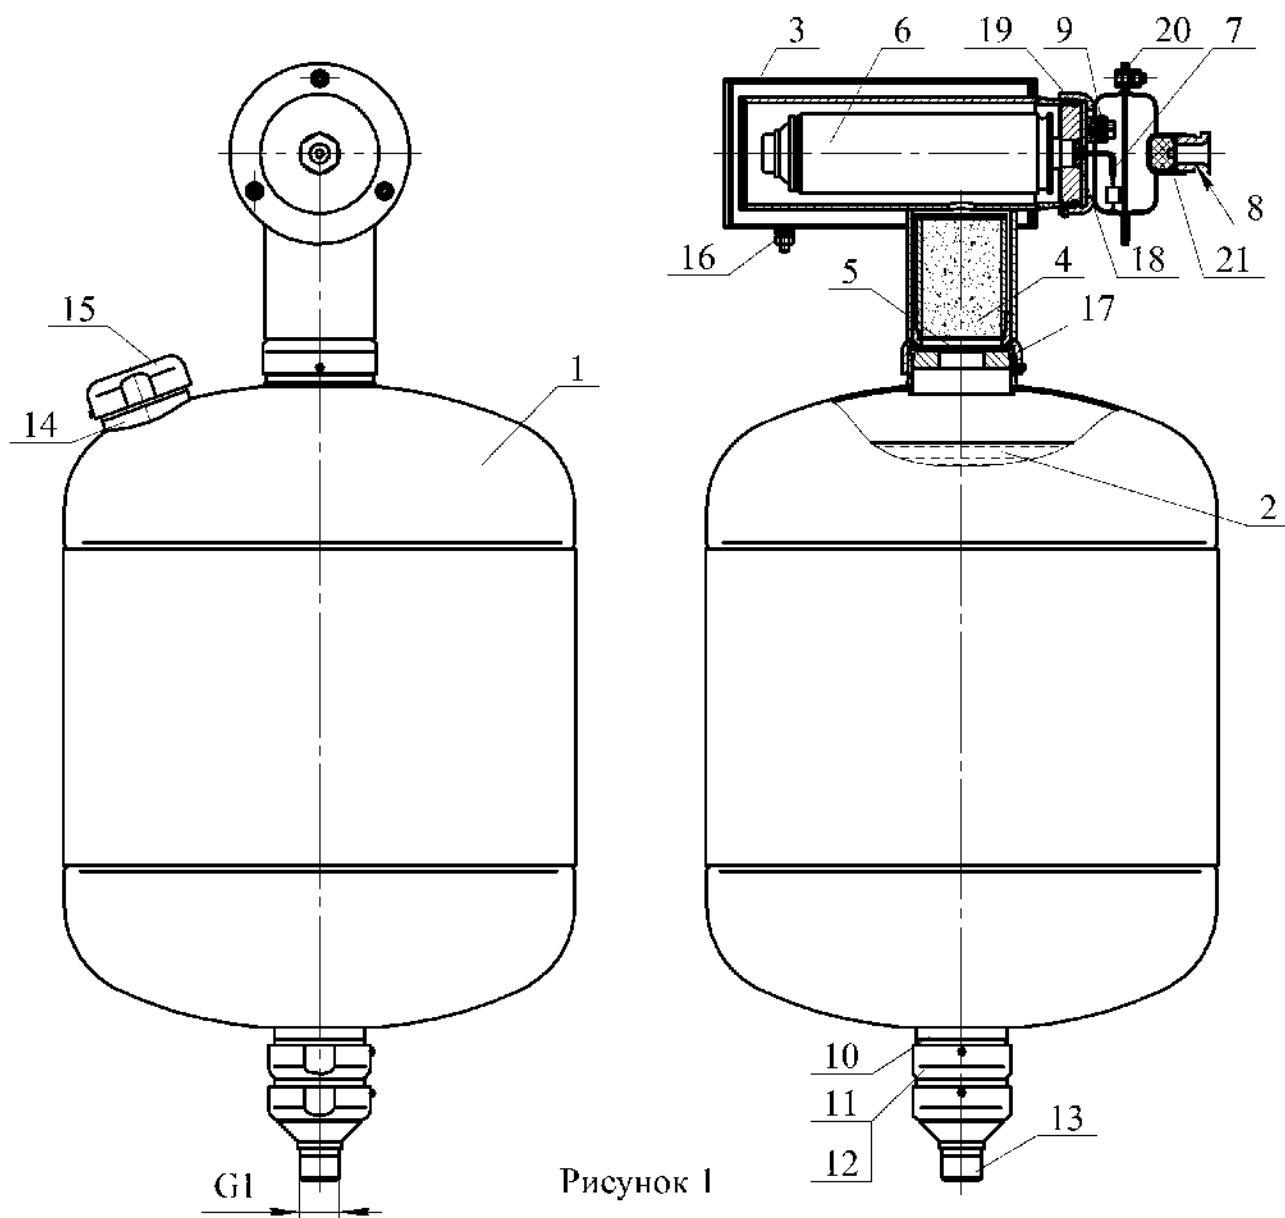

Рисунок 1
4.1.1 МУПТВ (см. рисунок 1) состоит из корпуса **1**, заправленного ОТВ **2**, газогенерирующего устройства **3** и мембранного рабочего узла, смонтированного в нижней части модуля. Канал со встроенным фильтрующим элементом **4** для очистки газа, соединяющий газогенерирующее устройство **3** с внутренней полостью корпуса **1**, загерметизирован эластичной прокладкой **5**. В корпусе газогенерирующего устройства установлен ИХГ **6** с элементом электропусковым **7**. Газогенерирующее устройство снабжено вводной коробкой с герметичным кабельным вводом **8**. Монтажный кабель через кабельный ввод **8** входит во вводную коробку и через зажим контактный винтовой **9** соединяется с проводами элемента электропускового **7**. В мембранном узле сопловое отверстие **10**, предназначенное для выхода ОТВ, перекрыто срезной мембраной **11**, которая поджата гайкой **12**. С гайкой **12** через фильтрующий элемент соединен штуцер **13** с наружной резьбой G1, предназначенный для соединений МУПТВ с трубной разводкой или переходником для направленной подачи ОТВ. В верхней части корпуса расположены горловина **14** для заливки ОТВ и предохранительный клапан **15**. МУПТВ имеет заземляющий зажим **16**.
6.5.1 Залить в отверстие верхней горловины **14** (см. рисунок 1) воды по ГОСТ 6709-72, СанПиН 2.1.4.1074-01 (температура воды должна быть плюс ($15...25^{\circ}\text{C}$)) объемом $27,0^{+0,4}_{-0}$ дм³. Открыть упаковку с жидкой добавкой к воде и залить ее в отверстие верхней горловины **14**.
6.6.3 Полученный раствор ОТВ залить в отверстие верхней горловины **14** (см. рисунок 1). Для окончательного приготовления ОТВ открыть упаковку с жидкой добавкой и залить ее в отверстие верхней горловины **14**.
6.8 Соединить штуцер **13** (см. рисунок 1) с трубной разводкой.